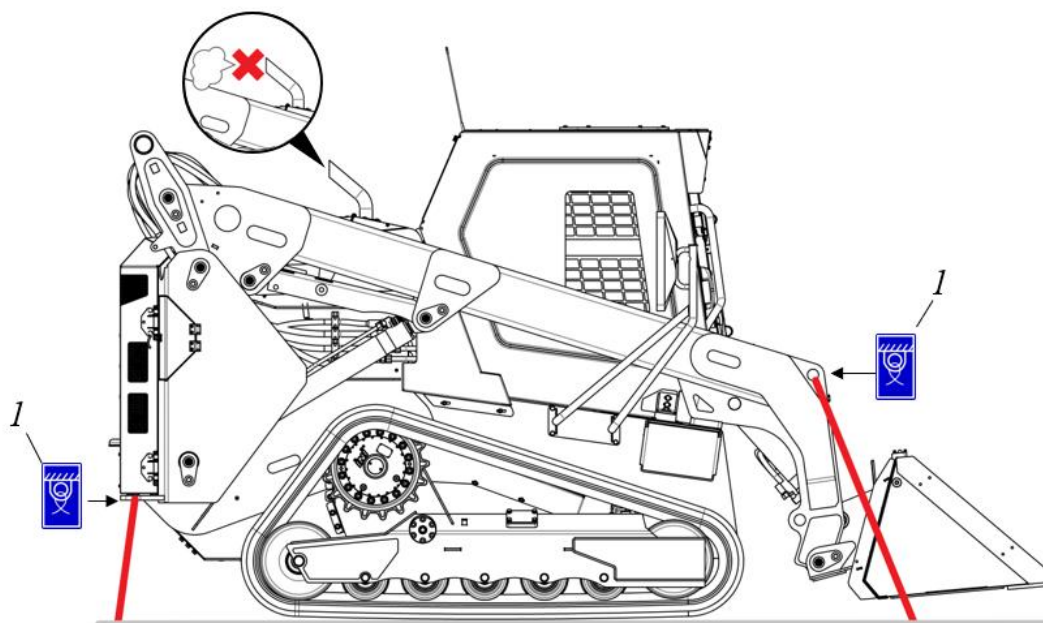

Рисунок 3.82. Фиксация машины
- ▶ Закрепить строповочные средства (цепи, канаты) в точках крепления на машине 1 и на грузовой платформе, рис. 3.82.